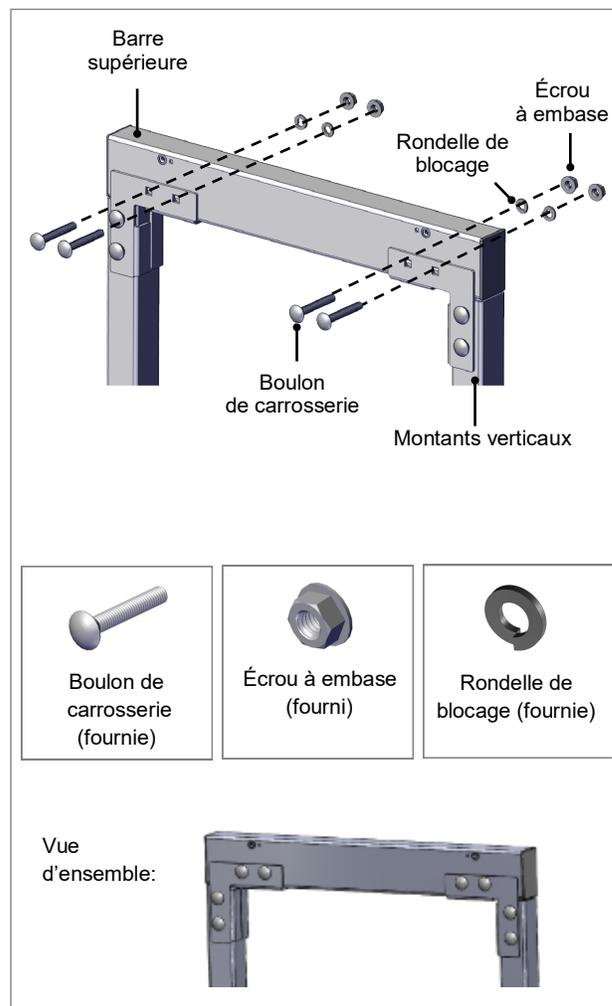

Fig. 8. Fixez la barre supérieure aux montants verticaux
6. Fixez la barre supérieure aux montants verticaux à l'aide de quatre (4) boulons de carrosserie, quatre (4) écrous à embase et quatre (4) rondelles de blocage (figure 8).